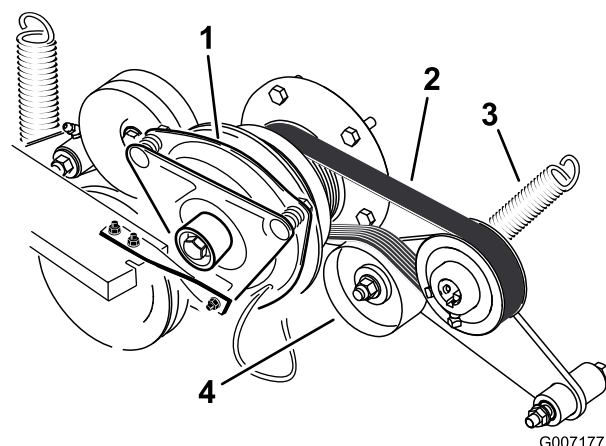

Figure 71
3. Décrochez le ressort du bras de la poulie de tension (Figure 71).
4. Montez la courroie neuve sur les poulies du moteur et des pompes hydrauliques (Figure 71).
6. Raccrochez le ressort au bras de la poulie de tension (Figure 71).